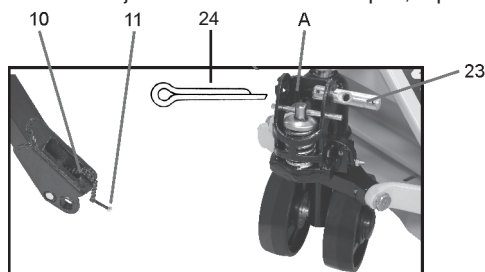

Fig. 2 - Eixo do cabo
a) Retire o contrapino/cupilha "24" e remova totalmente o eixo "23". Encaixe o cabo na posição "A". Recoloque o eixo "23" passando pelo cabo e trave o conjunto recolocando o contrapino/cupilha "24", ver fig. 2.
Durante a montagem do cabo, mantenha a corrente conforme indicado na fig. 2 para evitar danos a mesma e facilitar a montagem.